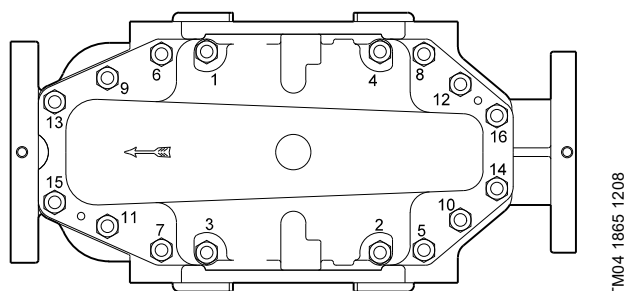

Рис. 2 Последовательность затягивания для винтов поз. 26с
4. Установить винты (26с, 26d) и затянуть их, но не до конца, в последовательности, показанной на рис. 2.
5. Затянуть винты (26с, 26d) с требуемым крутящим моментом. См. раздел 2.3.1 Моменты затяжки. Последовательность затягивания винтов показана на рис. 2.